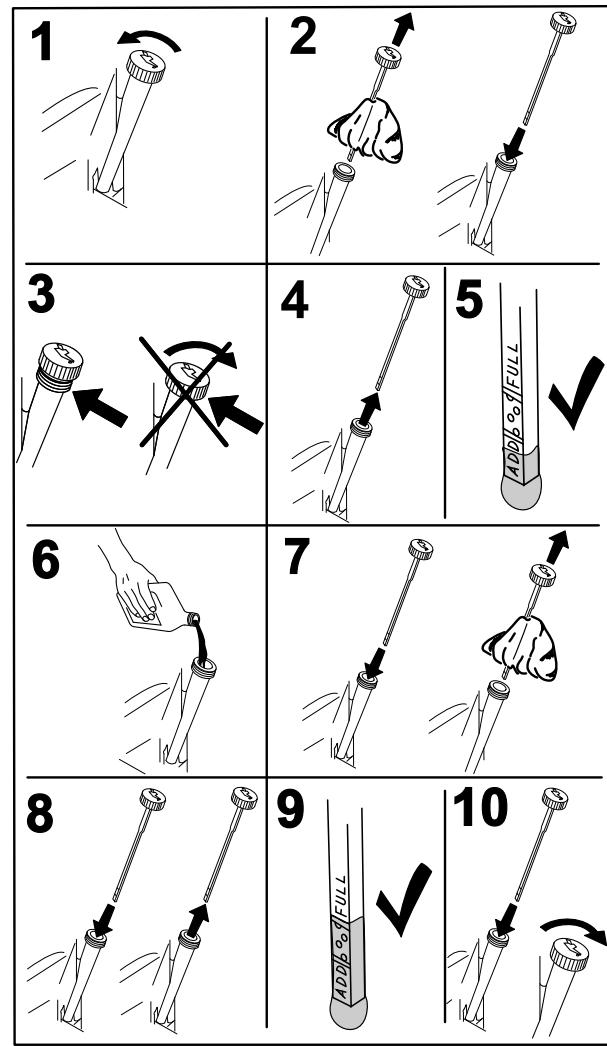

Figure 44
- Avant de quitter la position d'utilisation, coupez le moteur, enlevez la clé de contact et attendez l'arrêt de toutes les pièces mobiles (Figure 44).